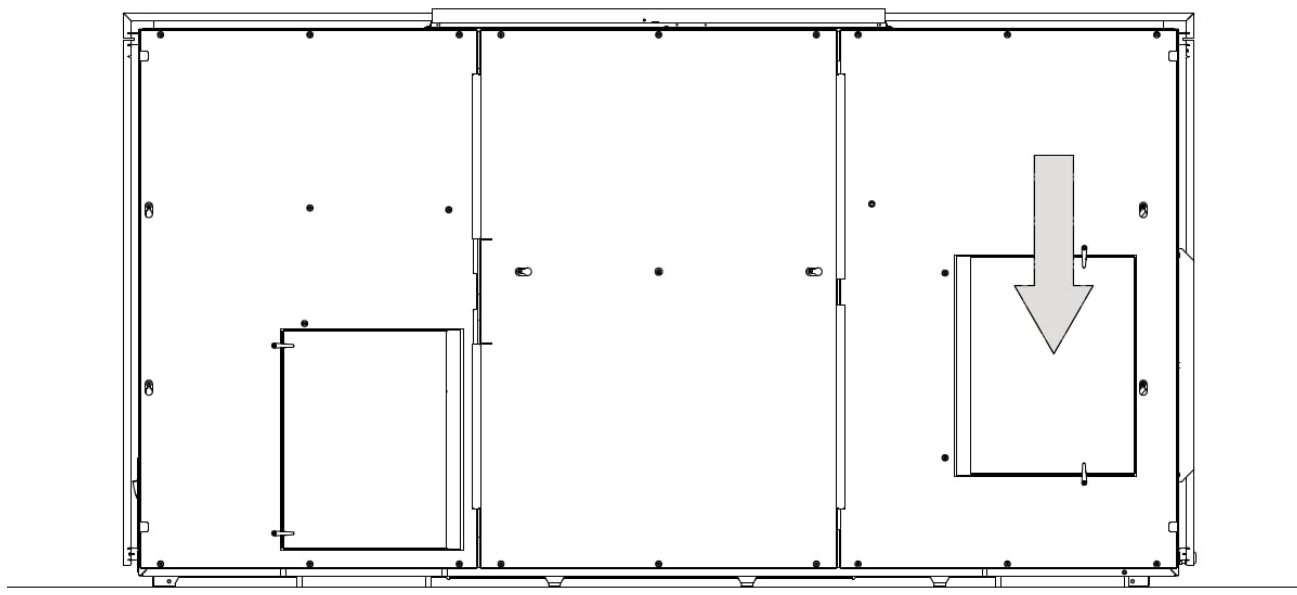

Afbeelding 46: De rechter zijplaat op de scharnieren tillen
11. Til de plaat omhoog en op de scharnieren, net zoals u aan de andere kant hebt gedaan, zie Afbeelding 46. Zorg ervoor dat de scharnieren voor het filterluik gesloten zijn voordat u de stalen plaat optilt.